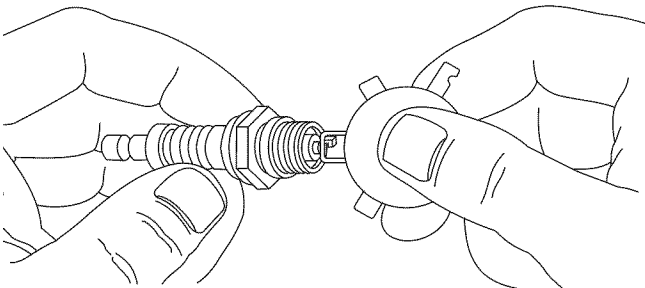

Figura 18 — Compruebe la separación del electrodo de la bujía
- Compruebe la separación del electrodo con un calibre de alambre y ajuste el espacio de la bujía a la medida recomendada si fuera necesario (véase la Figura 18 y "Especificaciones").